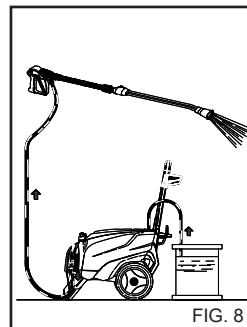

FIG. 8
- 1) Etter bruk med vaskemiddel må vannsystemet med høyt trykk skylles. La vannet gå i 1 minutt med doseringskranen lukket igjen. (fig. 8).
- 4) Etter bruk med vaskemiddel må vannsystemet med høyt trykk skylles. La pumpen gå i 1 minutt med doseringskranen lukket igjen. (fig. 8).